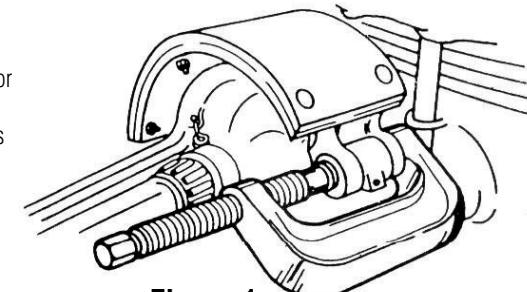

Figure 1
2. Position the C-frame press over the brake spider as shown in Figure 1.
2. Positionner la presse en C sur le porte-segments de frein comme illustré en Figure 1.